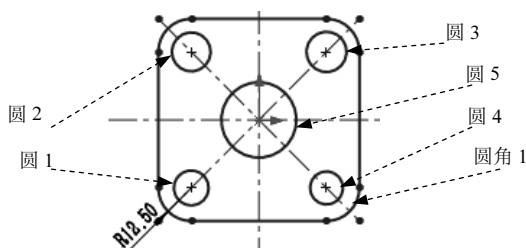
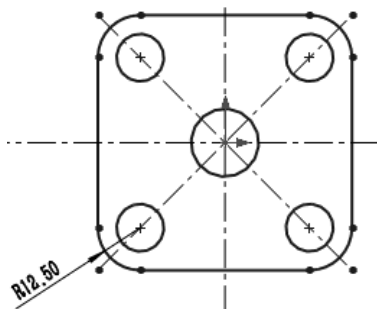

图 4.5 绘制的圆
图 4.6 添加几何约束
(4) 绘制圆。选择下拉菜单 **工具(T)** → **草图绘制实体(E)** → **圆(C)** 命令，在图形区中绘制图 4.5 所示的圆。
Step 4 添加几何约束。按住 Ctrl 键，选择图 4.5 所示的圆 4 与圆角 1。系统弹出“属性”对话框，在 **添加几何关系** 区域单击 **同心(N)** 按钮。同理，添加其他几个圆与圆角的同心约束。按住 Ctrl 键，选择圆 1、圆 2、圆 3、圆 4，系统弹出“属性”对话框，在 **添加几何关系** 区域单击 **= 相等(Q)** 按钮。按住 Ctrl 键，选择圆 5 与原点，系统弹出“属性”对话框，在 **添加几何关系** 区域单击 **重合(D)** 按钮。约束后的图形如图 4.6 所示。